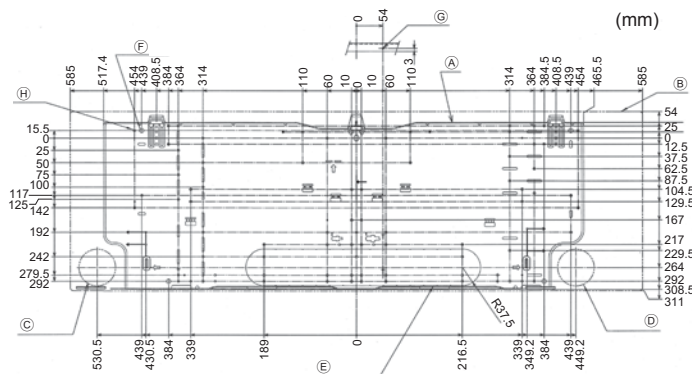

Fig. 3-2
■ PKFY-P-VKM-E (Fig. 3-2)
- Ⓐ Ophangplaat ①